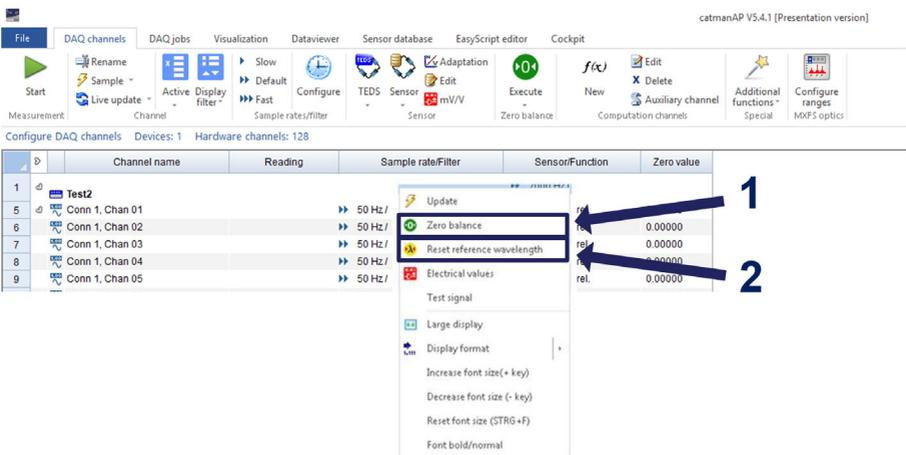

Abb. 5.28 Nullstellen und Reset Referenzwellenlänge
► Alternativ klicken Sie mit der rechten Maustaste auf die Zeile zum Nullstellen und wählen Sie die Option **Zero Balance** (Nullstellen) (Ziffer 1 in Abb. 5.28).
- ▶ Klicken Sie mit der rechten Maustaste auf die Zeile, die zurückgesetzt werden soll, und wählen Sie die Option **Reset reference wavelength** (Reset Referenzwellenlänge) (Ziffer 2 in Abb. 5.28).